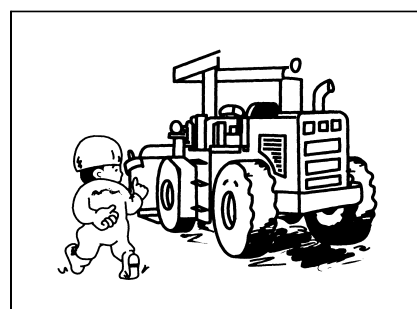

Рис.2-5
- Вокруг рабочей площадки следует соблюсти чистоту, аккуратность, кругом нет масляной материи, смазки (мастика) и т.д., избегая пожара и упада персонала. (Рис.2-5)